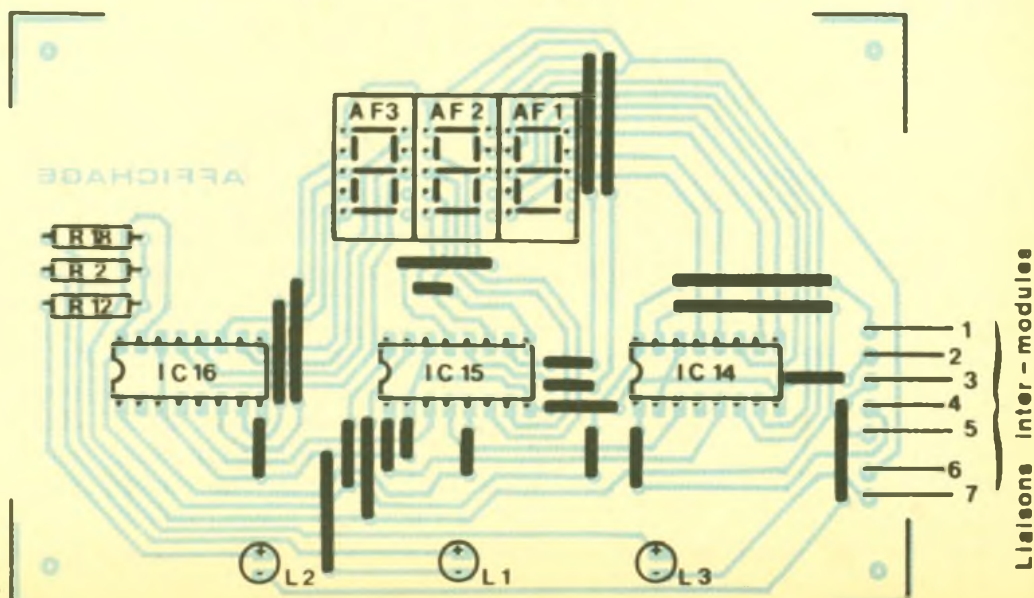

Fig. 8 Implantations des éléments.
b) Implantation des composants (fig. 8)